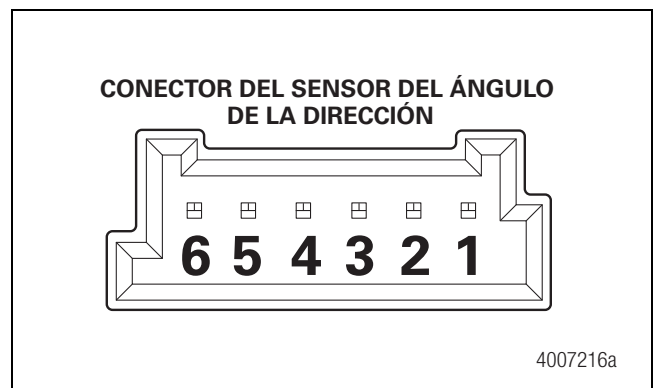

Figura 3.40
- Tomar mediciones en el lado de conectores del arnés del SAS. Figura 3.40.